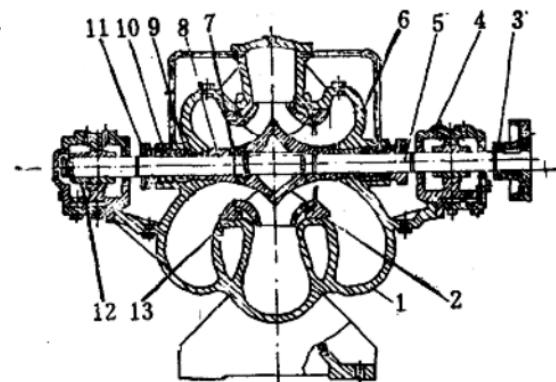

图5 乙式SH水泵剖面图（轴径75毫米以上的为滑动轴承）
(2) 单级双吸离心泵：双吸是指泵在工作时水从叶轮两侧吸入。这种泵流量比较大，工作可靠，装拆维修较方便。由于体积大、笨重，适用固定抽水站使用。一般流量在120~20000米³/时，扬程在10~110米范围内。Sh型泵就是属于这一类。（图5）